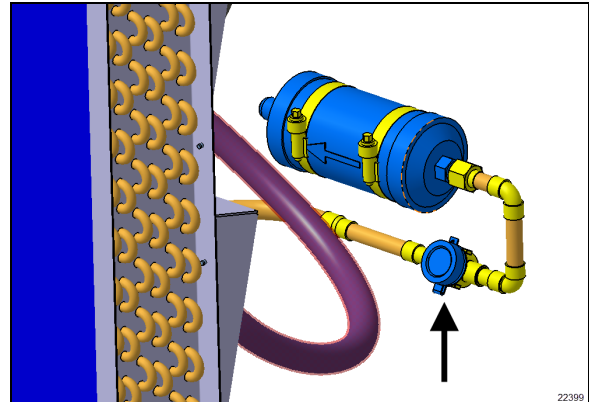

FIGURA 82: MIRILLA DE INDICADOR DE HUMEDAD
- 2- Con el AC encendido durante al menos 10 minutos, la mirilla del indicador de humedad (FIGURA 82) debe ser transparente, no lechosa, sin burbujas en la corriente de refrigerante. Las burbujas en la mirilla del indicador de humedad son señales de baja carga de refrigerante. El filtro-secador cercano debe estar cerca de la temperatura constante, con una